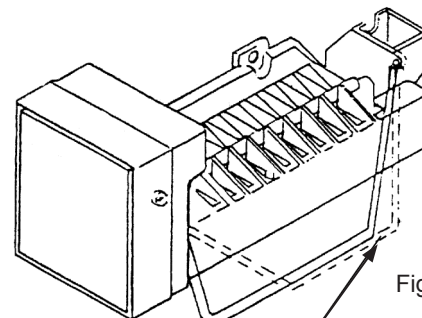

Figure 8
- La tige du bras de coupure doit être abaissée en position la plus basse pour que la production de glaçons soit possible. (Voyez la Figure 8).
- Vous pouvez aussi arrêter manuellement la machine en relevant le bras de coupure en position de verrouillage tout en haut. (Voyez la Figure 8).